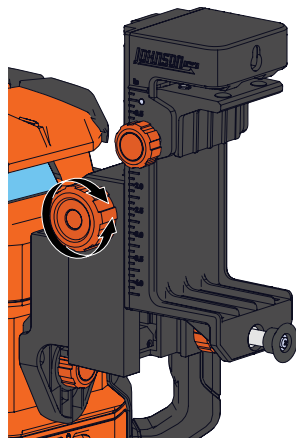

Figure 36
5. Pour régler la position du laser, tournez le plus grand bouton de réglage de la hauteur. Les mesures de chaque côté de l'accessoire de montage sur rail (cm et pouces) déterminent la distance entre le faisceau laser et le rail. (Figure 36)